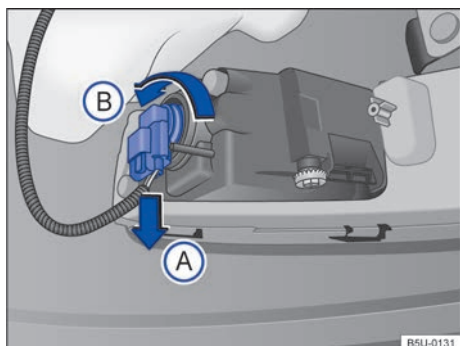

Fig. 179 Atrás del paragolpes delantero: acceso a la lámpara incandescente del farol de neblina.
2. Desenganjar el conector de alimentación de la lámpara \Rightarrow fig. 179 en el sentido de la flecha (A), presionar, al mismo tiempo, la traba de fijación del conector.
3. Girar el portalámparas \Rightarrow fig. 179, en el sentido antihorario de la flecha (B), y desenganjarlo del alojamiento.